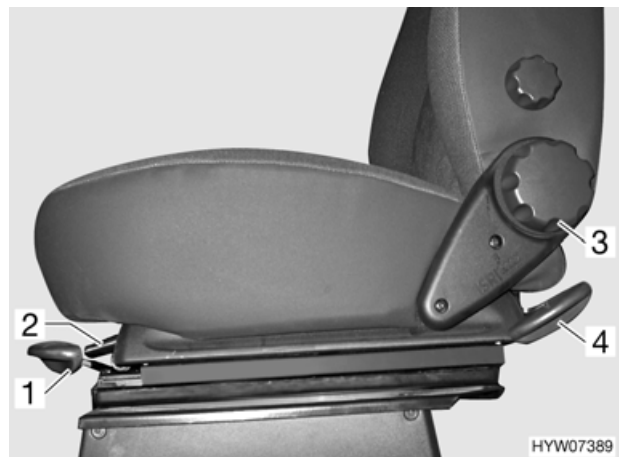
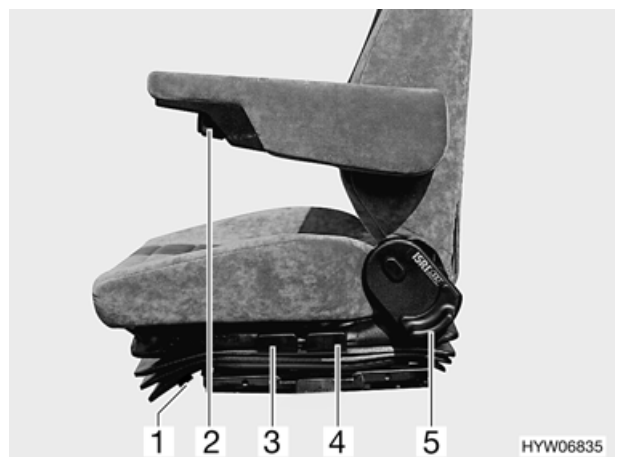

Bild 6 Fahrersitz/Beifahrersitz (Variante 1)
Bild 7 Fahrersitz/Beifahrersitz (Variante 2)
- Griff (Bild 6,1 oder Bild 7,3) ziehen. Der Sitz wird vorne angehoben.
- Griff (Bild 6,4 oder Bild 7,4) ziehen. Der Sitz wird hinten angehoben.
- Griff (Bild 6,2 oder Bild 7,1) ziehen. Der Sitz kann nach vorne oder hinten verschoben werden.
- Handrad (Bild 6,3) drehen oder Griff (Bild 7,5) ziehen. Die Rückenlehne lässt sich in ihrer Neigung verstellen.
- Griff (Bild 7,2) nach links oder rechts drehen. Armlehne wird nach oben oder unten bewegt.